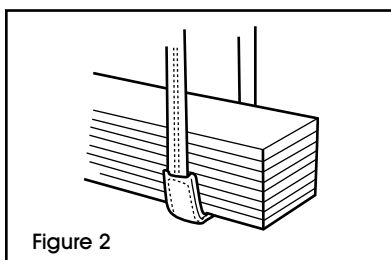

Figure 2
- Les élingues doivent être rembourrées ou protégées contre les bords tranchants des chargements. (Voir Figure 2)